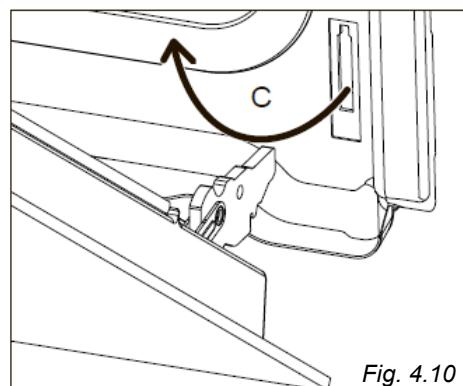

Fig. 4.10
- Tire os ganchos das dobradiças (direita e esquerda) das respectivas sedes (seta "C" - fig. 4.10).